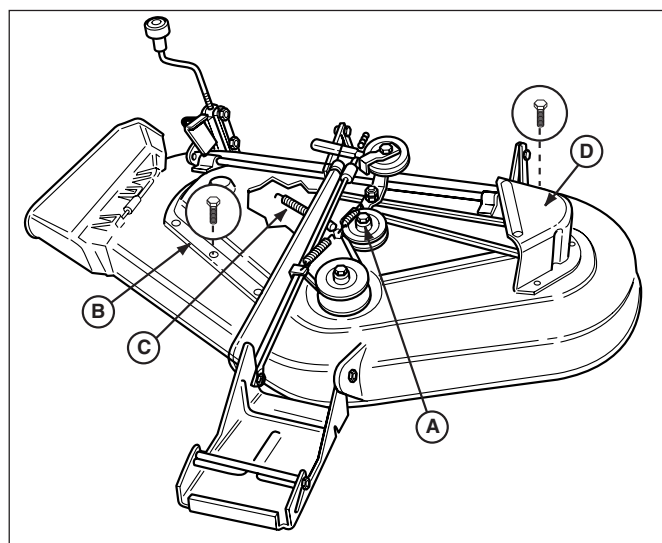

Figure 62. Tondeuse - Modèles de 112 et 127 cm
4. Voir la figure 62. Retirer les trois boulons de fixation du carter d'arbre de gauche (D).
7. Voir la figure 62. Remettre le carter d'arbre de gauche (D) en place. Si la tondeuse a été déposée du tracteur, la réinstaller.